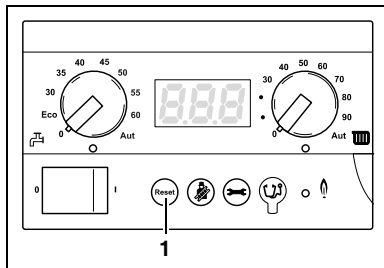

Fig. 28 BC10 – tasten "Reset"
- Tryk på tasten "Reset" (Nulstil) (fig. 28, **pos. 1**) i ca. 5 sekunder for at nulstille fejlen.